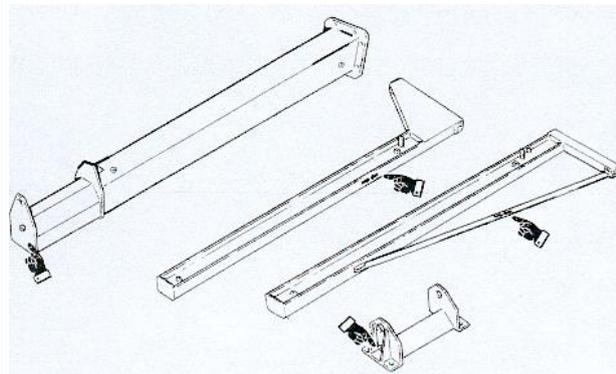

fig.12
- La structure des potences (fut, console et flèche) sont généralement livrés sans emballage. Sur les futs et les consoles, il y a généralement un point d'ancrage pour la manutention (fig. 12).